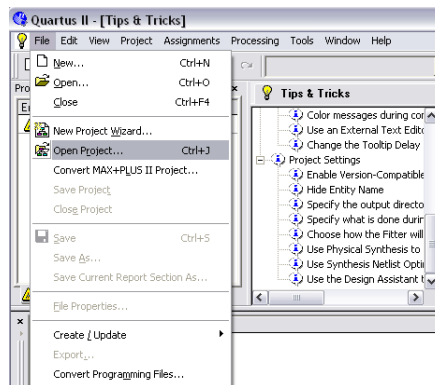

Figura D38 Proceso de apertura de proyecto Quartus II 7.2
2. En la barra de herramientas, en el menú **File**, Figura D38, hacemos clic sobre el icono llamado **Open Project**.